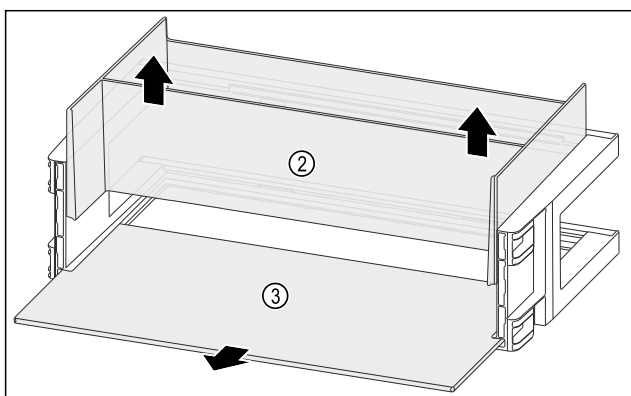

Fig. 91
- Вийміть організатор Fig. 91 (2) рухом вгору.
- Дістаньте полицю Fig. 91 (3).